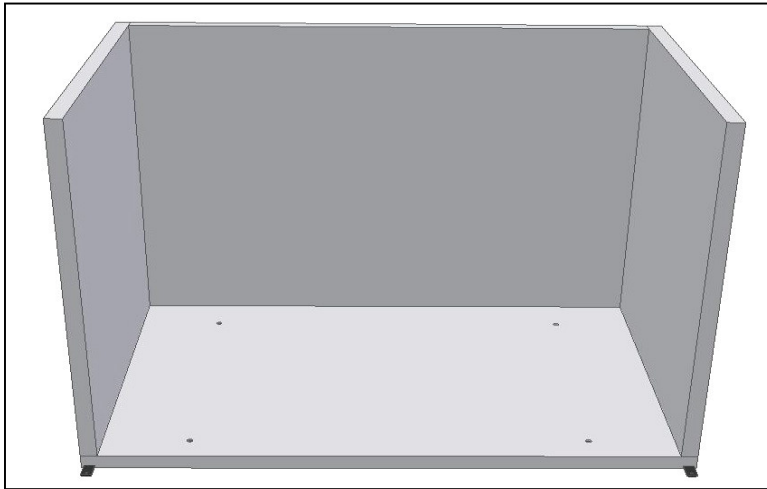

Fig. 5
- Fixer **le panneau latéral droit** au panneau du fond et serrer seulement le fond (Fig.5);